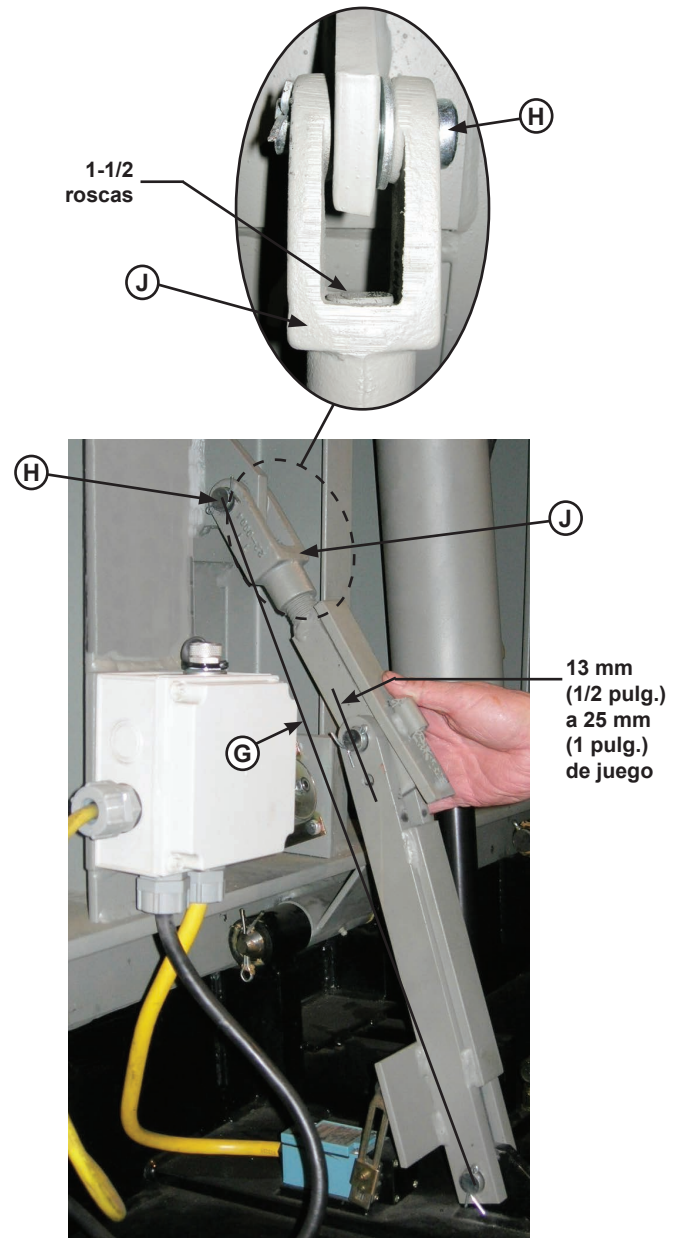

Figura 34
Nota: Cuando se ajusta adecuadamente, el apoyo de almacenamiento tendrá aproximadamente de 13 a 25 mm (1/2 a 1 pulg.) de juego (G) con el nivelador en posición de almacenamiento. Consulte la Figura 34.